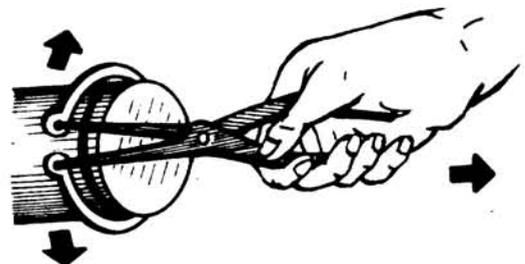

Fig. 2
- b Abra el seguro y sáque-lo (fig. 2).